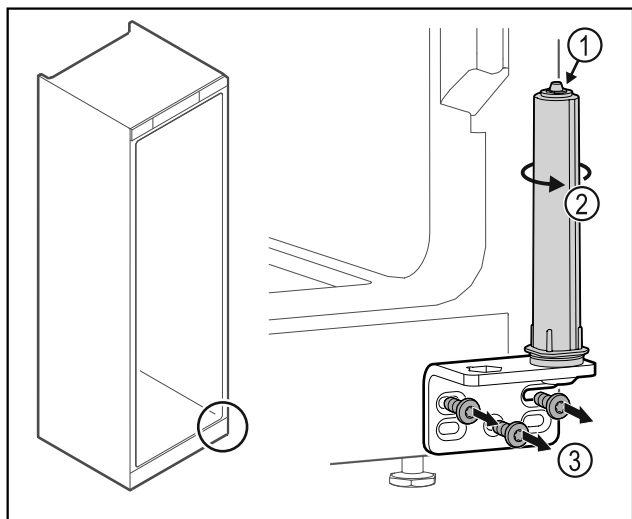

Fig. 32
- Ne rastavljajte sustav zatvaranja vrata Fig. 32 (1).
- Okrećite sustav zatvaranja Fig. 32 (2) dok ne klikne.
- Odvrnite kutne šarke Fig. 32 (3).